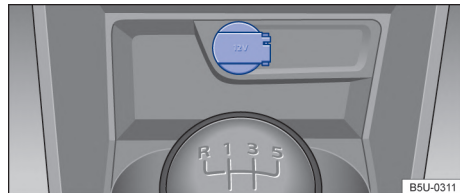

Fig. 105 En la consola central delantera: toma de corriente de 12 V.
- En la consola central delantera → **fig. 105**.